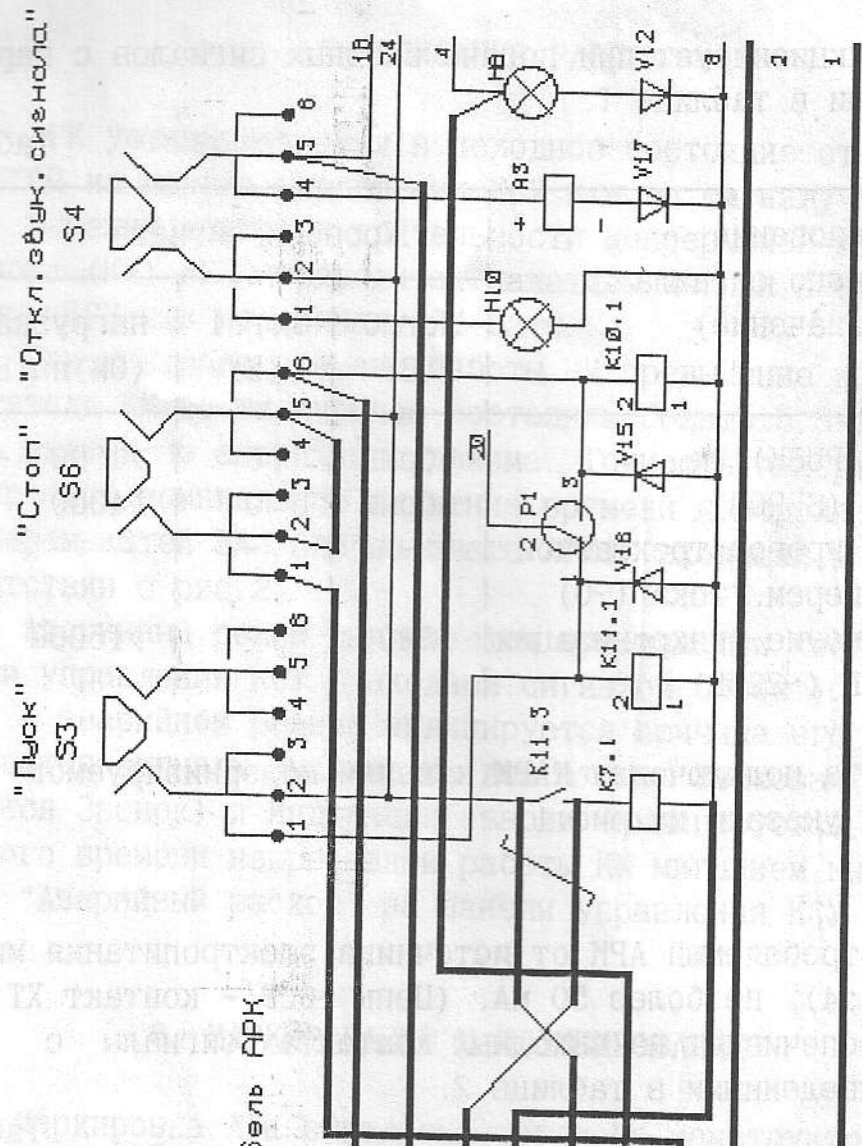

Рис. 1
Соединение АРК с модернизируемым КСУ осуществляется кабелем КАРК, подключенным с помощью пайки к цепям КСУ в соответствии с рис. 1.
Примечание: места подключения КАРК к цепям модернизируемого КСУ указаны на рис. 1.
8.2. Кабель КАРК распаивается на контакты КСУ в соответствии с внешними адресами, приведенными на рис.1.
На рис.1 электрические соединения, вводимые в КСУ вновь, обозначены утолщенными линиями.
Витая пара (с контактов ХТ1:3, ХТ1:5) должна быть распаяна непосредственно на контакты реле К11.3 в полном соответствии рис.1.